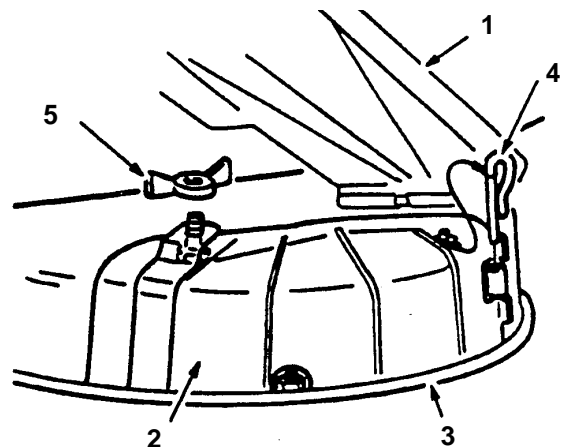

Fig. 11
1. Sollevate il deflettore dell'erba, posate la calotta di scarico sopra l'apertura sul bordo inferiore del tosaerba, ed inseritela nella cerniera anteriore (Fig. 11).
2. Inserite il perno d'incernieramento nella cerniera (Fig. 11).
3. Fissate la calotta di scarico sul tosaerba con il galletto (Fig. 11).